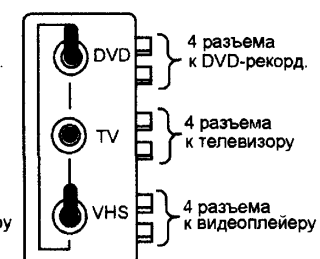

Рисунок 8.
6. Если нужно переписать DVD на кассету – тумблер «DVD» – в положение «VHS», тумблер «VHS» – в положение «TV». Тумблер «TV» – в нейтральном (рис. 8).